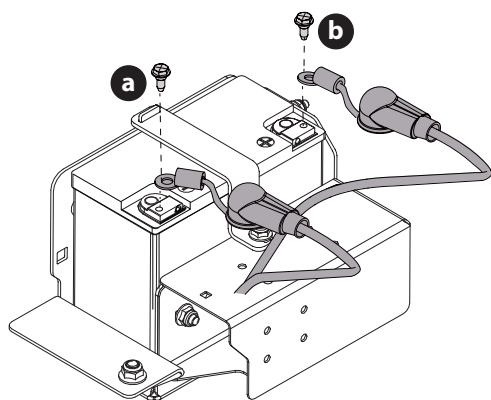

Fig. 20
NOTE : La borne positive de la batterie est marquée POS. (+) (a). La borne négative de la batterie est marquée NEG. (-) (b) (Fig. 20).
2. Faites glisser la gaine rouge (d) de la borne positive de la batterie (a) et fixez le câble rouge (c) à l'aide du boulon de montage vertical (e) (Fig. 20).
3. Placez la gaine rouge (d) sur la borne positive de la batterie (a) pour l'isoler et la protéger de la corrosion (Fig. 20).
4. Faites glisser la gaine noire (g) de la borne négative de la batterie (b) et fixez le câble noir (f) à la borne négative de la batterie (b) à l'aide du boulon de montage vertical (e) (Fig. 20).
5. Placez la gaine noire (g) sur la borne négative de la batterie (b) pour l'isoler et la protéger de la corrosion (Fig. 20).